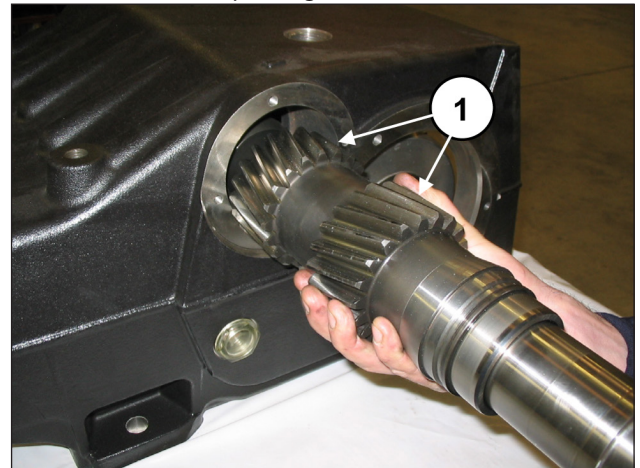

Fig. 55
Insérer l'arbre PTO prémonter dans le carter (rep. ①, Fig. 55) en le faisant passer du côté opposé de celui où ont été prémonterées la bague extérieure du coussinet et la douille de lubrification des coussinets.
Insérer l'arbre PTO dans le carter de sorte que les dents soient tournées comme le montre la Fig. 55.